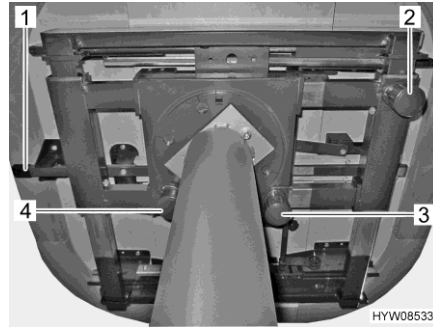
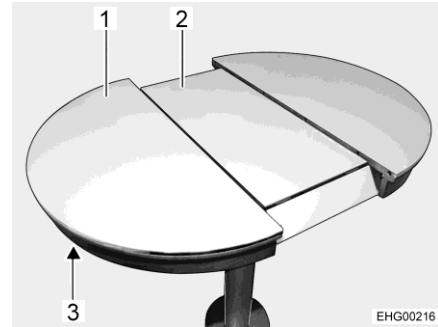

Bild 85 Verstellmöglichkeiten am Tisch
Bild 86 Tischplatte vergrößern
- Knopf (Bild 85,3) nach unten ziehen und halten.
- Knopf (Bild 85,2) nach unten ziehen und halten.
- Knopf (Bild 85,4) der Verriegelung nach unten ziehen.
- Entriegelung (Bild 85,1 und Bild 86,3) nach oben drücken.
- An der Tischplatte (Bild 86,1) ziehen, bis das Mittelstück (Bild 86,2) nach oben kommt und auf Tischplattenhöhe ist.
- Entriegelung (Bild 86,3) nach oben drücken.
- An der Tischplatte (Bild 86,1) ziehen, bis das Mittelstück (Bild 86,2) frei wird.